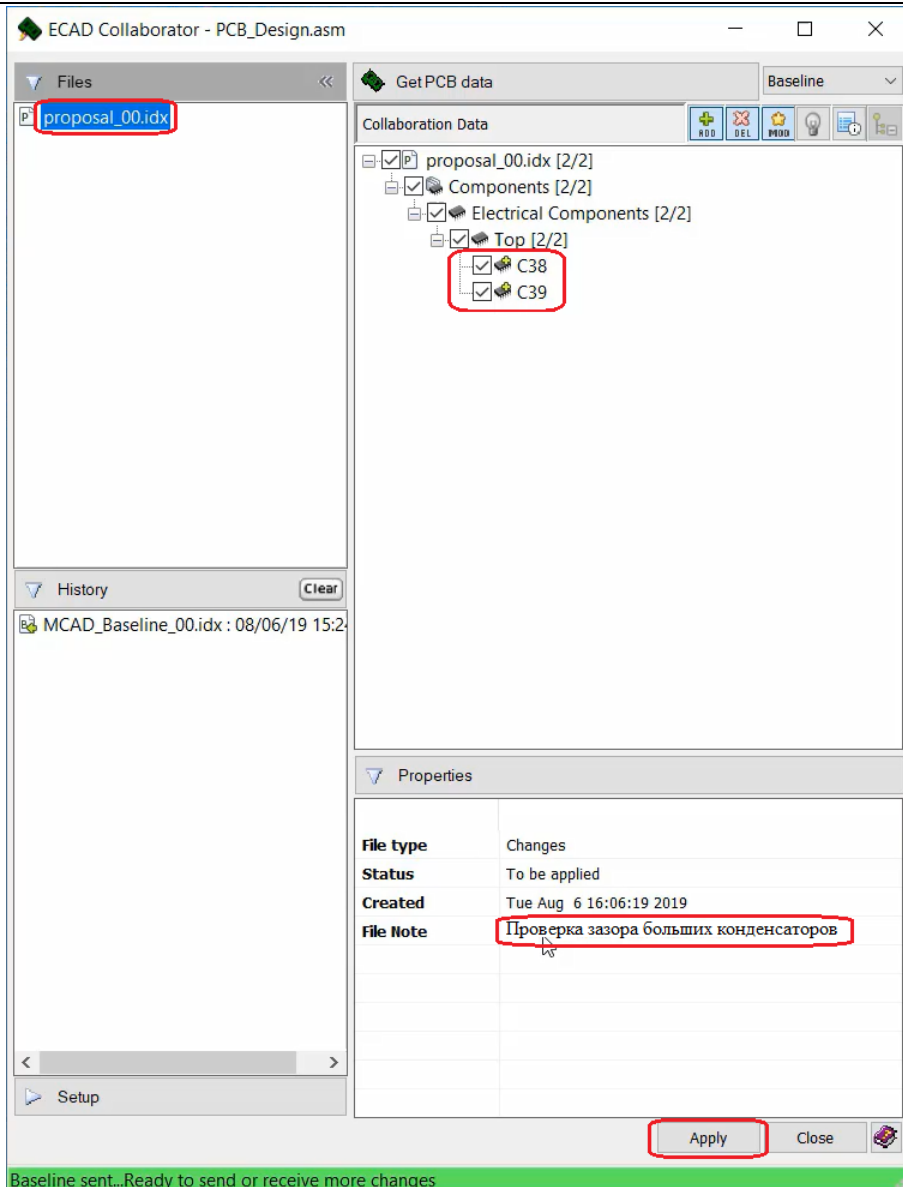

Рис. 2.36. Импорт измененной в ECAD-системе топологии модуля на печатной плате в MCAD-систему
5. Переходим в MCAD-систему и открываем ECAD Collaborator. В разделе «Файлы» находится подготовленный ECAD-системой файл предложения proposal\_00.idx; после его выбора предлагаемые изменения (два новых конденсатора) отображаются в навигаторе модуля. После нажатия кнопки “Apply” («Применить») данные из указанного файла импортируются в MCAD-систему (рис. 2.36).